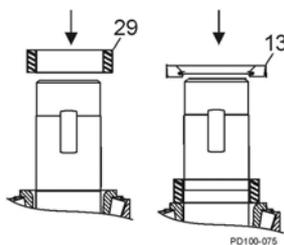

Abb. 58 Montage der hinteren Dichtung
1. Installieren Sie die Distanzringe des Getriebes (Abb. 58, Pos. 29).
3. Drücken Sie die Öldichtungen mit der Feder nach außen ein. (Abb. 58, Pos. 13).